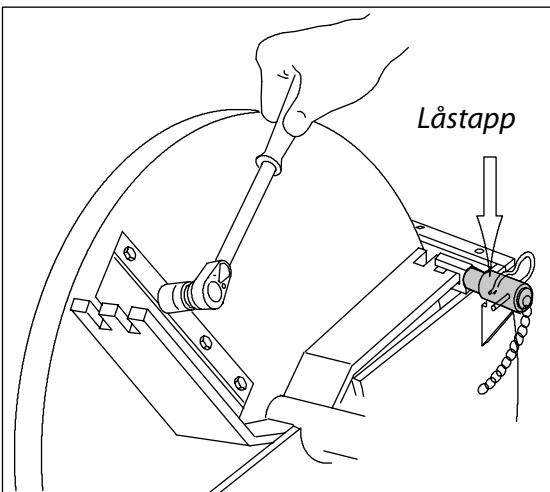

Bild 11. Huggskivans låsning och låsmuttrarnas borttagning
1. Lossa knivens låsmuttrar M10. Bild 11.
- Lossa skruvarna M6 (B) och M12 (C) för övre kåpan(A). Vrid övre huset åt sidan.
- Om du vill lossa övre kåpan, lossa säkerhetsskruv M6 (D) och gångjärnskruv M12 (E).
- Lås huggskivan med låstappar. Bild 11.